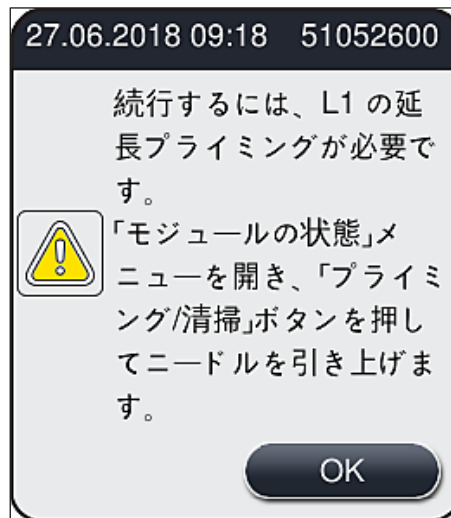

図 100
2. 続いて表示される情報メッセージ (→ 図 100) に目を通し、**OK** ボタンで確認します。